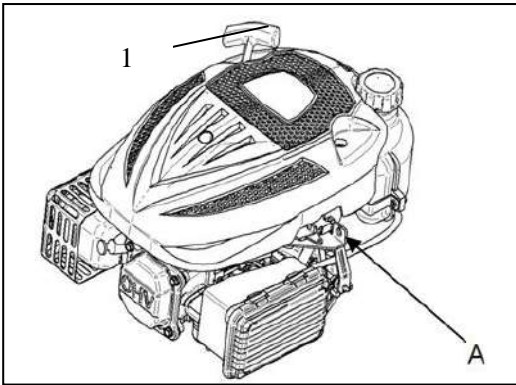

Fig 3 A. Agujero guia del cable
No permita que el tirador de arranque del motor (1) golpee contra el motor. Devuélvalo con cuidado para evitar dañar el motor de arranque. (Fig. 3)